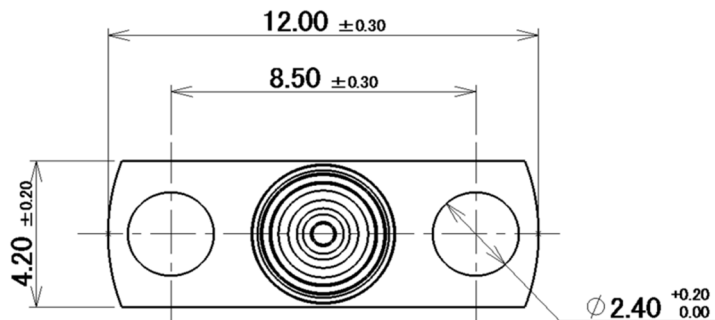

Fig.2 フランジ寸法 / Flange dimensions
注 1 Figure.2,8,9を参考に、治具セットの設計を行っていただけますようお願い致します。
1. Refer to above figure.2, 8, 9 for layout of the jig.